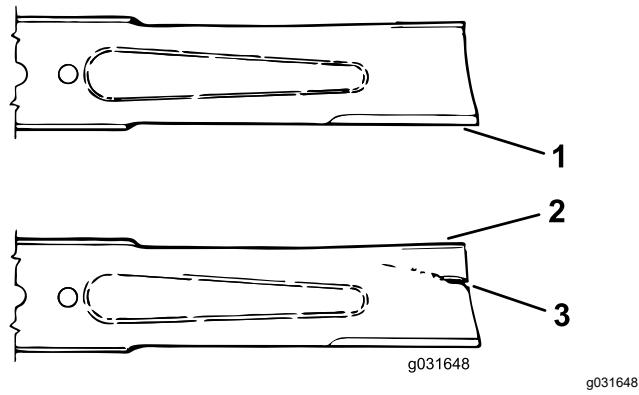

Figura 74
3. Examine cuidadosamente los extremos de corte de la cuchilla, sobre todo en el punto de reunión entre la parte plana y la parte curva de la cuchilla (Figura 74).